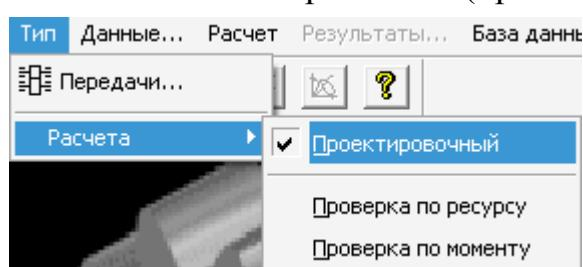

Рис.3.2 Вкладка для выбора типа расчета
3.2.2 Указать тип расчета – (проектировочный) рис.3.2.